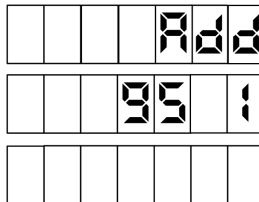

Рисунок 28
– последовательно выбрать П-4-2 – на табло будет индикация см. рисунок 28;